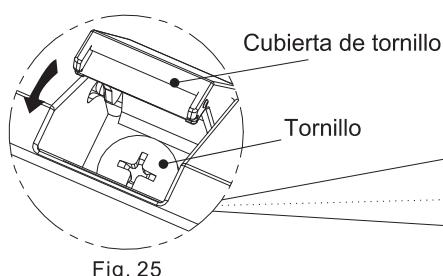

Fig. 25
- 11) Instale los tornillos y cierre las tapas de los tornillos como se muestra en la Fig. 25. (Nota: En algunos modelos deberá instalar 3 tornillos).